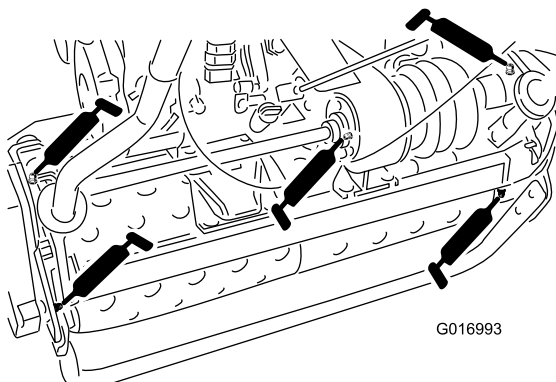

図 19
- ・ ドラムのアクスル2ヶ所 図 19
- ・ デファレンシャル3ヶ所 図 19